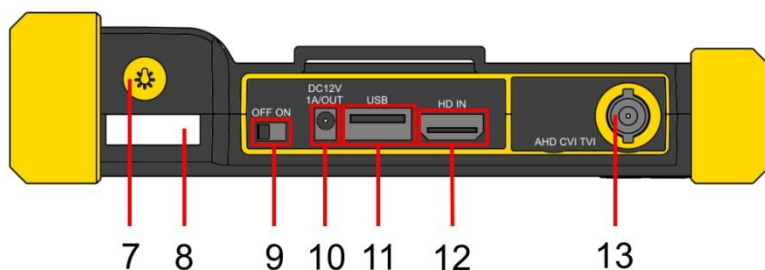

Рис.4 Тестер TSH-H-5, разъемы и кнопки верхней панели
Подключение аналоговой (CVBS) или AHD/TVI/CVI видеокамеры производится к разъему BNC (13) Рис.4 с обозначением AHD CVI TVI на верхней панели тестера. При необходимости нужно использовать кабель BNC-BNC из комплекта поставки (Рис. 6).
Подключение HDMI-устройств производится к входу с обозначением HDMI IN на верхней панели тестера (12) Рис. 4. Тестер в этом режиме работает как HDMI - монитор.
Данная функция тестера позволяет получать информацию о примерной мощности потребления подключенной к тестеру нагрузки (когда тестируемая камера получает питание от тестера через выход DC12V/1A (10) Рис. 4). Для включения этой функции с помощью кнопок навигации войдите в пункт главного меню Power Info. На экран будет выведено напряжение питания и мощность подключенной нагрузки.